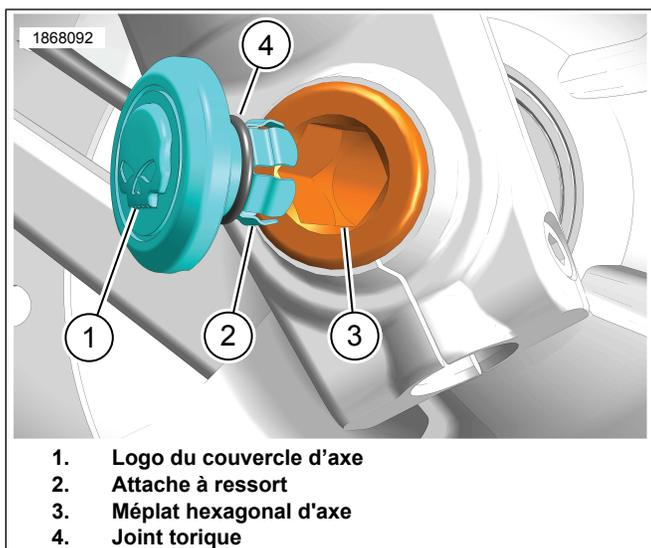

Figure 2. Aligner les méplats
- a. Voir la figure 2. Aligner les méplats de l'attache à ressort (2) avec les méplats hexagonaux internes de l'axe (3).
- b. Pousser le couvercle d'axe dans l'axe jusqu'à ce que le joint torique (4) soit en contact avec l'axe.